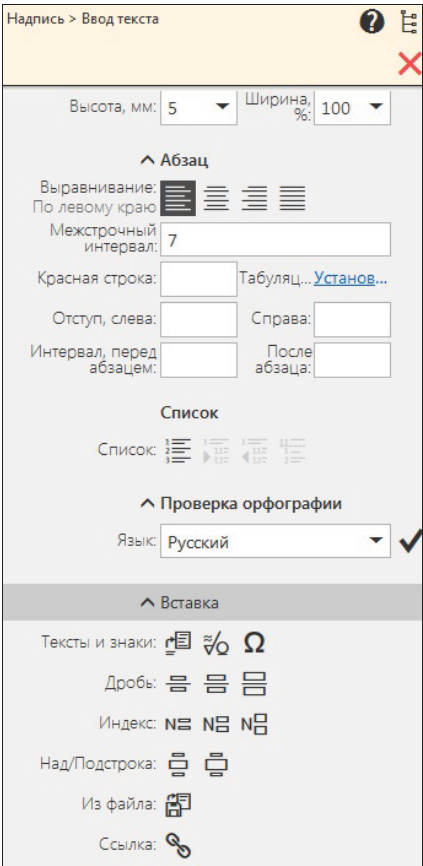

Рис. 13.2. Панель Параметры в режиме ввода текста
- ♦ укажите точку **t1** привязки текста. Точка привязки текста является характерной точкой текстового объекта и в дальнейшем может быть использована для выполнения привязок и редактирования. По умолчанию она всегда находится у основания первой буквы любой строки. После ввода точки система перешла в режим ввода текста: в точке привязки появляется рамка ввода текста с мигающим текстовым курсором. Элементы управления на панели **Параметры: Надпись > Ввод текста** изменились (рис. 13.2 и табл. 13.2).